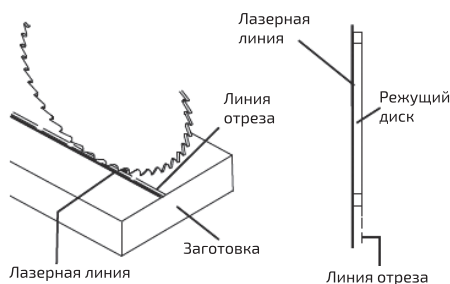

Рис. 26
4. Вставить вилку в розетку и включить лазер. Пила настроена так, чтобы лазерная линия была слева от диска (рис. 26).